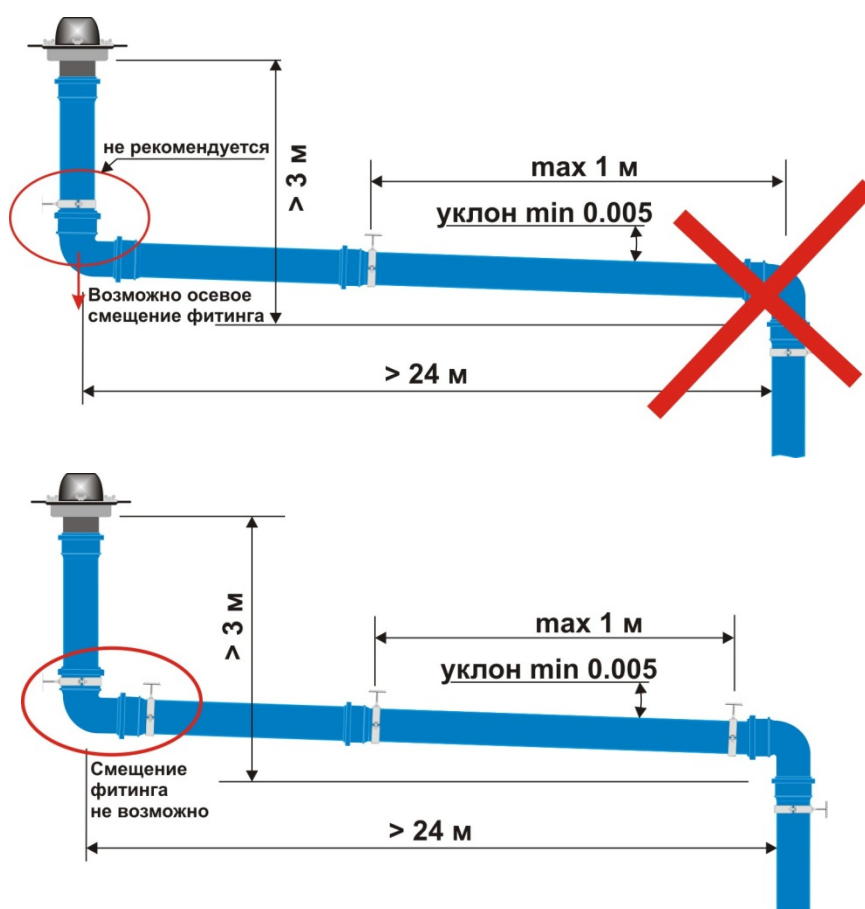

Рис. 5
На рис. 5 показан пример подсоединения водосточной воронки горизонтальным отводом к водосточному стояку.
*Резка фитингов запрещена!* (рис. 5)